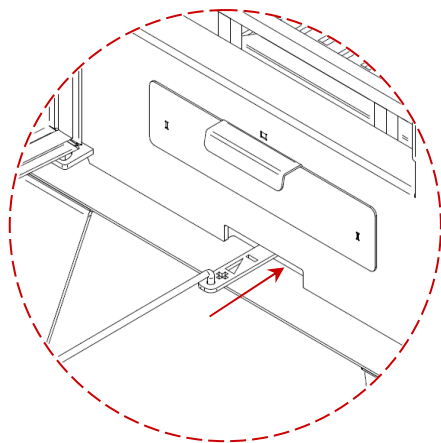

**Figura 19 - Regulador de ar na posição de ar primário aberto**
Na Figura 19, está indicado o regulador de ar de combustão. Este controla a quantidade de ar que entra na salamandra, controlando assim a queima do combustível.
- O ar primário deve estar aberto durante o arranque, até que a lenha esteja bem ateada, isto é, regulador todo na posição (+), Figura 19.